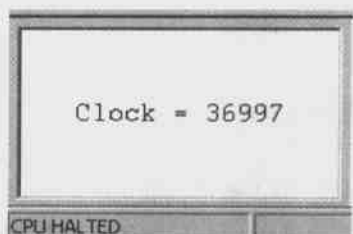

图 3.21 CLK 变量的值
(3) View Clock 打开 Clock 窗口,以显示 CLK 变量的值,如图 3.21 所示。双击 Clock 窗口的内容可直接复位 CLK 变量(使 Clock=0)。